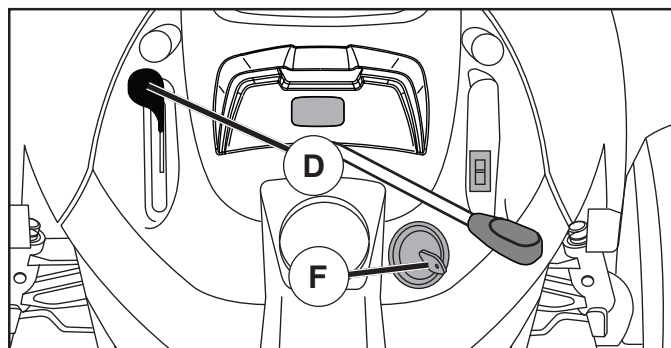

Fig. 6
- Placez la commande des gaz en position (D) intermédiaire (entre rapide et lent).
- Tournez la clé de contact à la position coupée (F) STOP et enlevez-la. Enlevez toujours la clé de contact quand vous quittez le tracteur pour empêcher l'emploi non autorisée.
## POUR UTILISER LA COMMANDE DES GAZ (D) (Voir la Fig. 6)